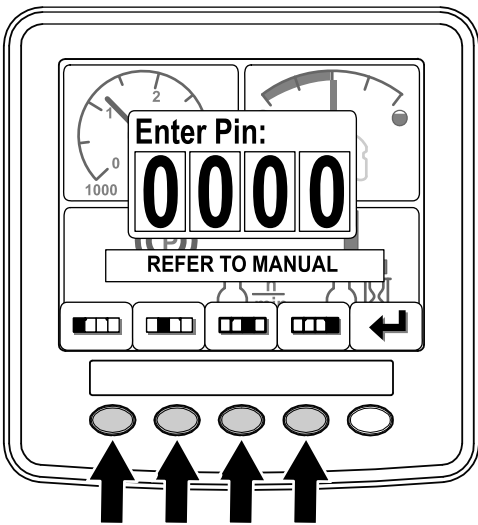

Рисунок 9
3. Введите ПИН-код с помощью кнопок с 1 по 4 (Рисунок 9).